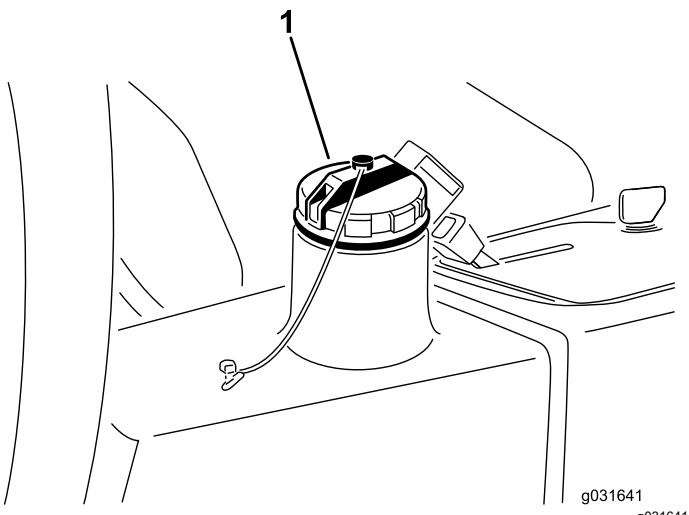

Figura 67
4. Llene el depósito (Figura 67) con aproximadamente 13,2 litros de fluido hidráulico; consulte Especificación del fluido hidráulico \(página 60\) y Comprobación del nivel de fluido hidráulico \(página 60\).